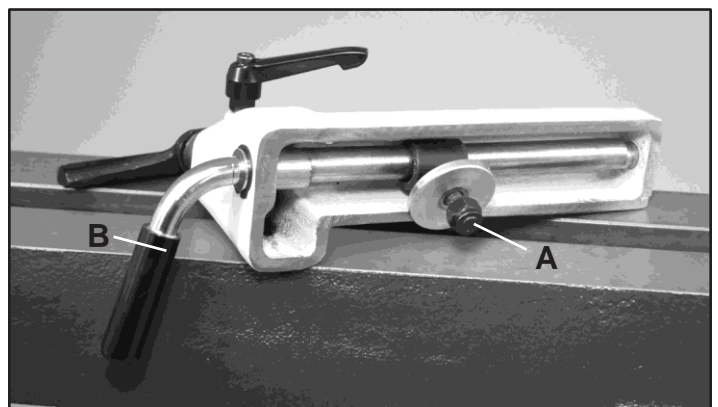

FIG. 9
FIG. 9 muestra el soporte de herramienta sacada de la bancada para ver el mecanismo de bloqueo y la Tuerca hexagonal (A).
1. Afloje la Manija de bloqueo (B) para que no haya presión de sujeción en el montaje del torno.